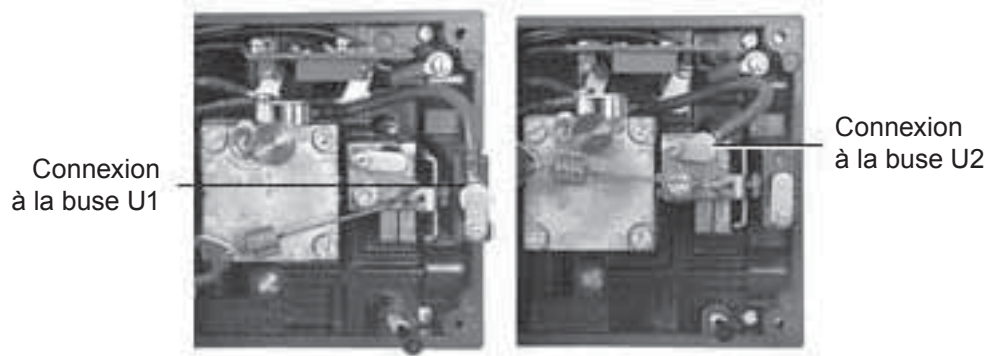

Fig. 7
- a. Connecter soit à la buse U1 ou bien à la buse U2 (voir Fig. 7) et